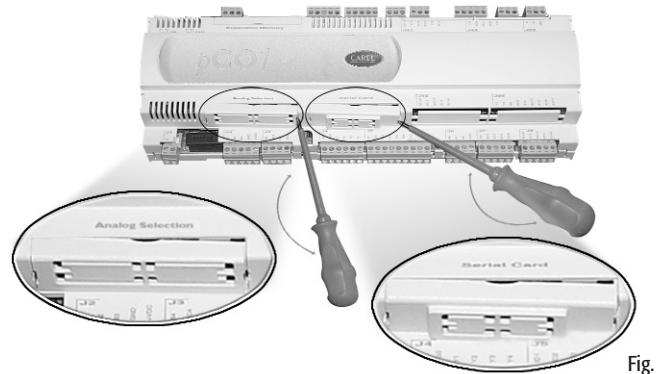

Fig. 4
4. Richiudere lo sportellino mediante il cacciavite facendo coincidere il connettore o i connettori della scheda opzione con il foro eseguito sullo sportellino (Fig. 4).
4. close the cover again using the screwdriver, making sure the connector or the connectors on the optional board are in line with the opening made in the cover (Fig. 4).